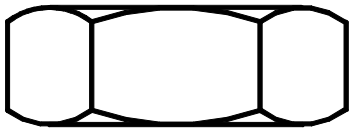

图 2-2-4
STEP 03 将主视图中的圆弧用 MIRROR 命令进行镜像处理，并用 TRIM 命令对其进行修剪处理，如图 2-2-4 所示，其操作步骤如下：